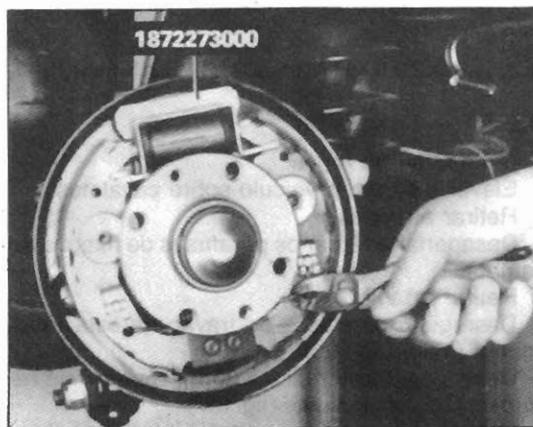

Fig.198 — Desmontagem da mola inferior
Desenganchar e retirar a mola inferior de recuperação das máxilas (fig.198).
Efectuar a retenção dos êmbolos de macaco, com o auxílio da ferramenta específica "ref. 187 227 3000" (fig.198) ou duma outra adequada.